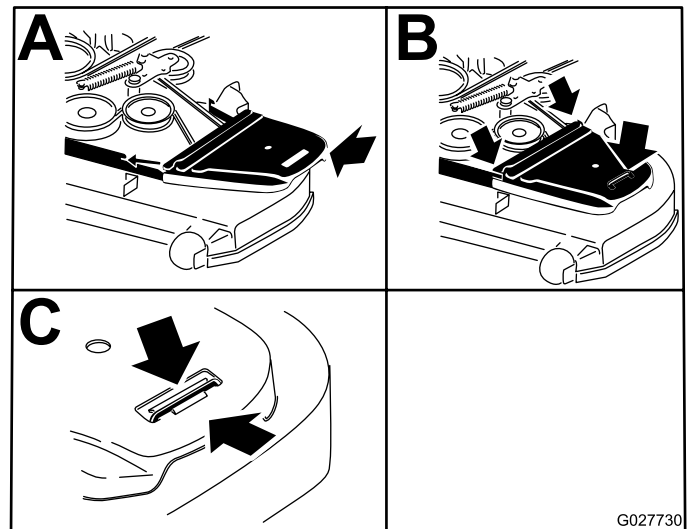

Figura 96
9. Instale las cubiertas de la correa (Figura 96).